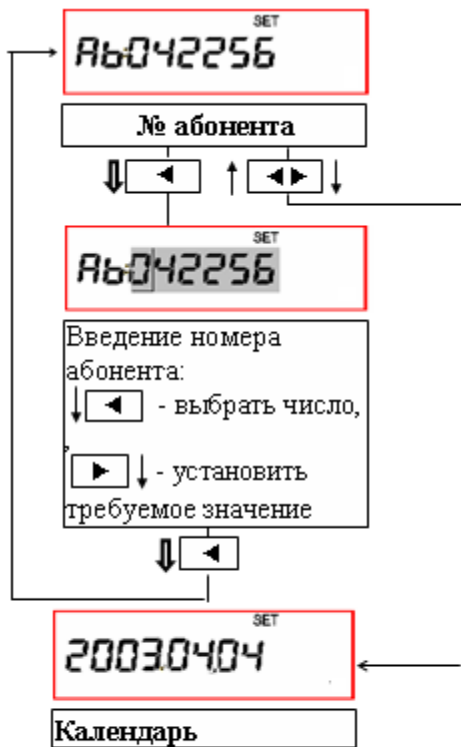
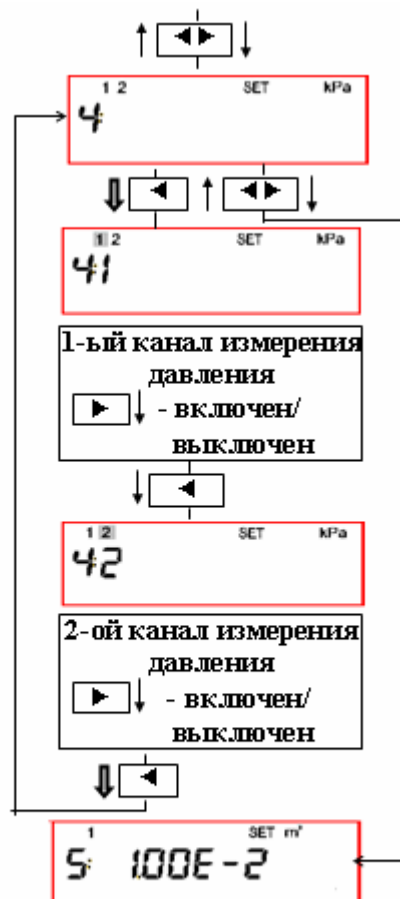

Рис.7.3. Порядок ввода параметров, помеченных звездочкой "*" (напр.: № абонента)
Рис.7.4. Порядок ввода параметров, помеченных двумя звездочками "**" (напр.: выбор скорости передачи данных)
Примечание: Ввод значений параметров, соответственно помеченных “*” (рис.7.3), “**” (рис.7.4), “***” (рис.7.5), производится аналогично.
Порядок ввода значений рис.7.2. помеченных двумя "***", представляется на рис.7.4.
Порядок ввода значений параметров, на рис.7.2. помеченных звездочкой "*", представляется на рис.7.3.
7.2.5. Для первоначального обнуления интегральных параметров и данных архива - предназначены параметры “26:rESet.I” и “27:rESet.A”, соответственно. Для обнуления Необходимо выполнить длительное нажатие на кнопку ◀, ввести 4-хзначный пароль (“PAS ----”), соответственно рис. 7.3 и еще выполнить длительное нажатие на кнопку ◀.